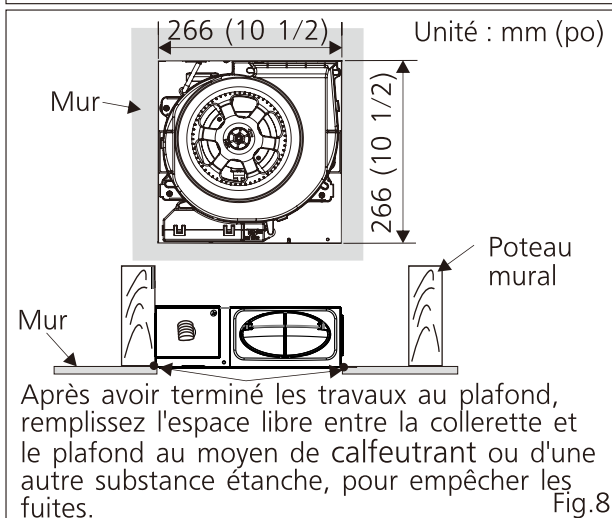

Fig.8
4. Terminez les finitions murales. Le trou dans le mur devrait être aligné sur la bordure interne de la collerette. (Fig.8)